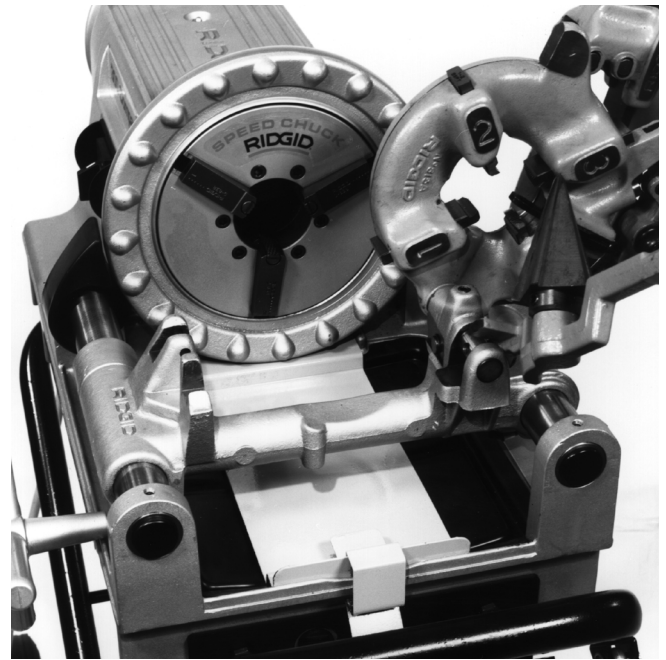

Figura 2A – Placa para sellar la presión del aceite instalada correctamente
5. Cuando se transporte la máquina Compacta No. 300 sobre el Soporte No. 250 debe usarse la placa para sellar la presión del aceite. Para insertar esta placa, extraiga la bandeja para virutas, deslice la lengüeta de la placa debajo del volante del mandril de la Compacta 300, fuerce el clip de resorte hacia abajo, hasta enganchar en el borde delantero del bastidor de la máquina, como se muestra en la *Figura 2A*. El sello de goma debajo de la placa de sellado cubrirá los agujeros de vaciamiento en la bandeja de goteo.